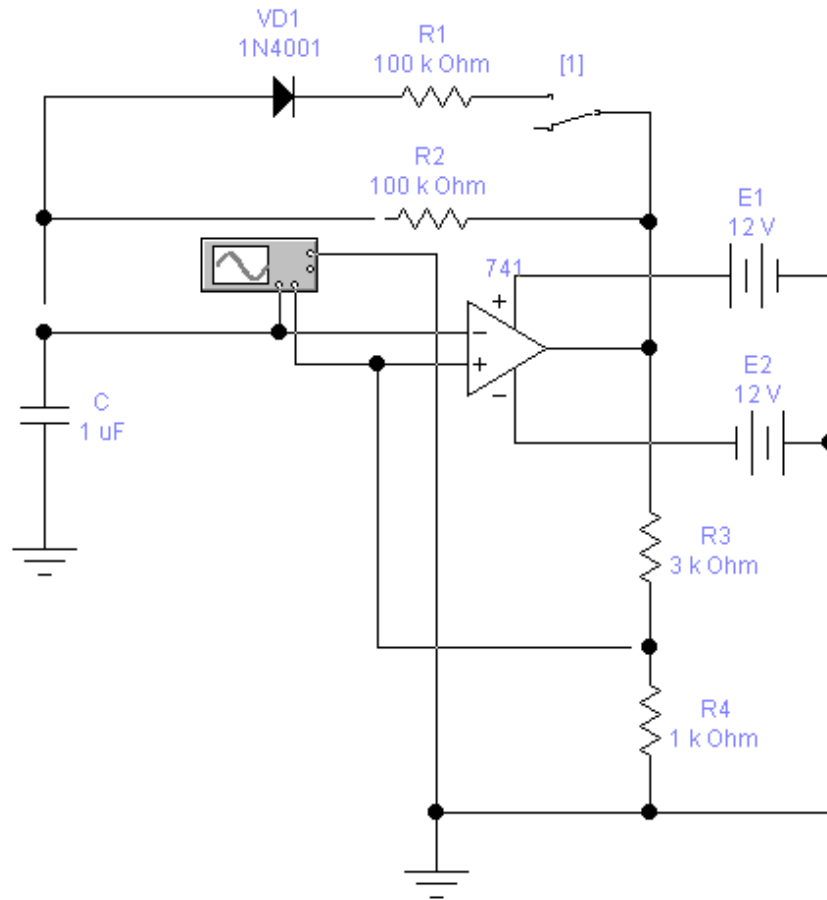

Рисунок 8.10 - Схема дослідження мультивібратора
11. Набрати схему мультивібратора (рис. 8.10).